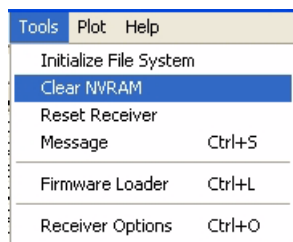

Рисунок 5-11. Clear NVRAM
3. Нажмите *Tools* ► *Clear NVRAM* (Рисунок 5-11).